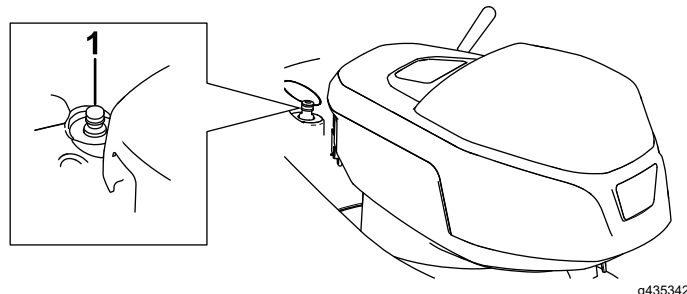

Figure 24
4. Branchez un tuyau d'arrosage, relié à une arrivée d'eau, au raccord de lavage rapide (Figure 24).